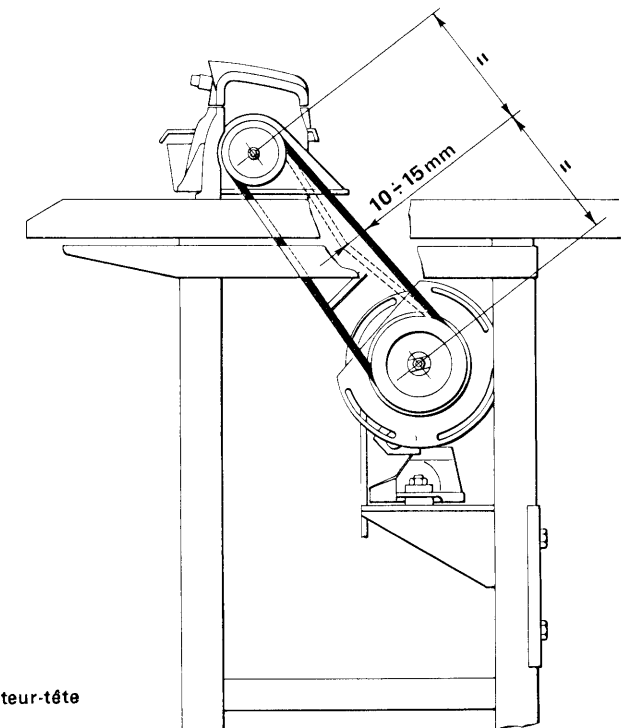

Fig. 2
1. Monter la courroie de transmission comme indiqué à la fig. 2
1. Fit the belt as illustrated in Figure 2.